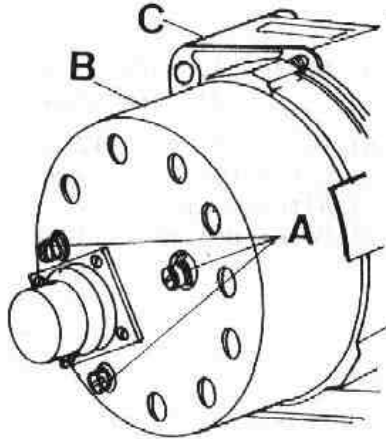

Fig. N2-14 Tapa protectora del alternador
- 1.4. Desmontar los tornillos, A (Fig. N2-14) de fijación de la tapa protectora, B, del alternador, C, y desplazar ésta hacia atrás para tener acceso a las conexiones.